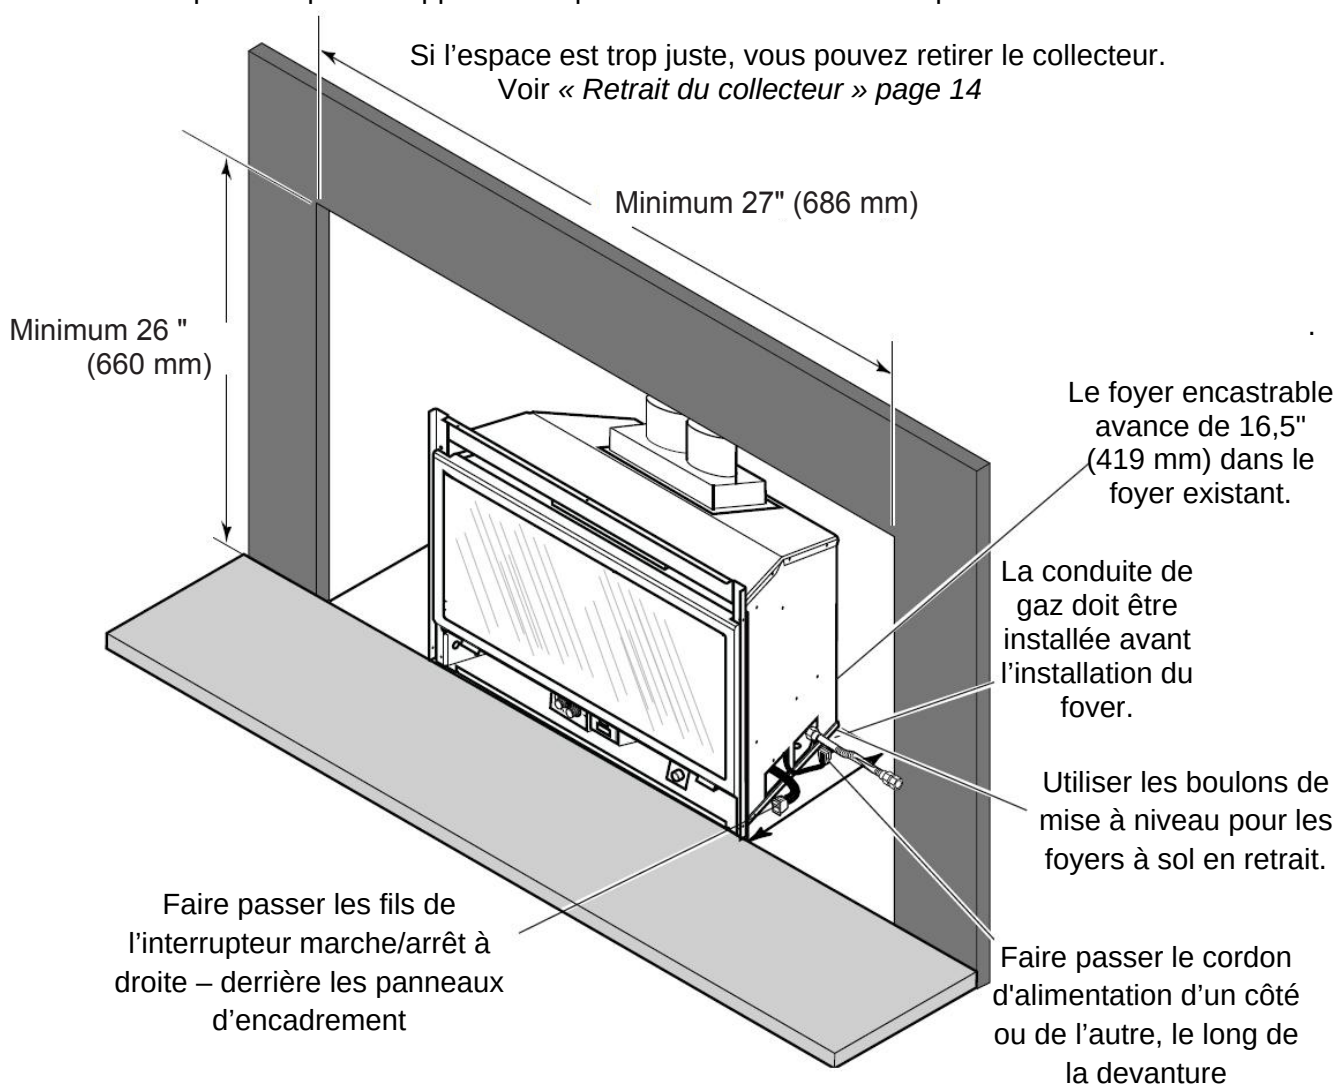

Figure 3 – Placement du foyer encastrable
- Les dégagements minimaux aux combustibles, tels que les manteaux, **doivent être respectés**. Voir Figure 3 et 4, pages 9 et 10.